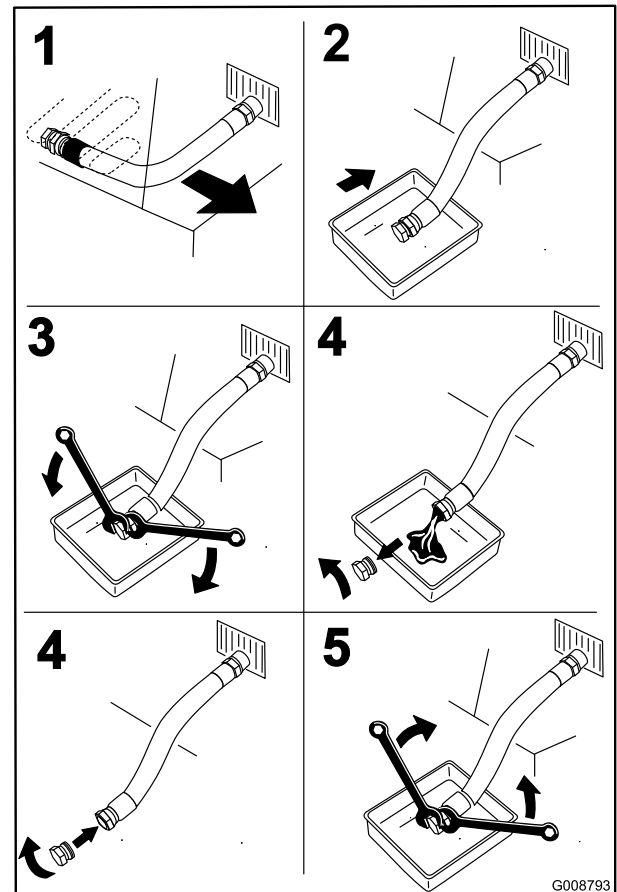

Bild 50
3. Stellen Sie vor dem Verlassen des Fahrersitzes den Motor ab, ziehen Sie den Schlüssel ab und warten Sie, bis alle rotierenden Teile zum Stillstand gekommen sind (Bild 50).